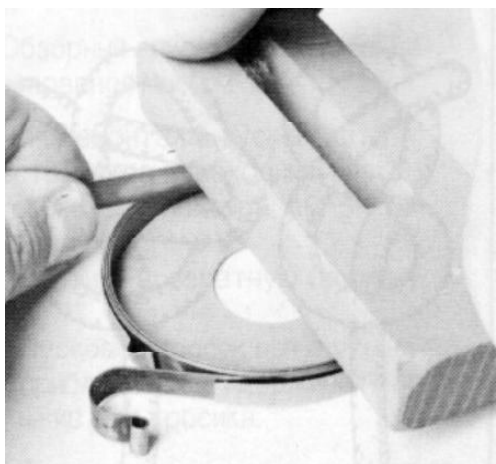

Рисунок 4.7 - Вложение возвратной пружины
4.2.8.3 Вставить корпус пружины (дном вверх) в крышку стартера, см. рисунок 4.7. При этом наружный зацеп пружины уложить в паз.